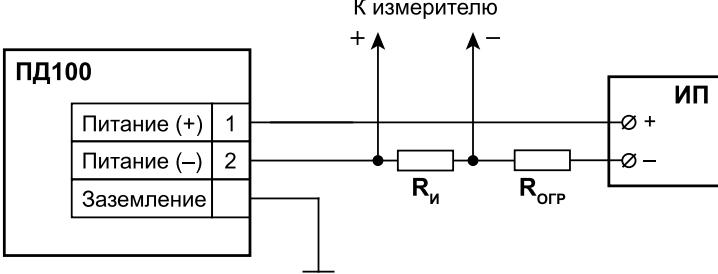

Рисунок 6 – Схема подключения
** Сопротивление нагрузки зависит от напряжения питания (см. рисунок 6).